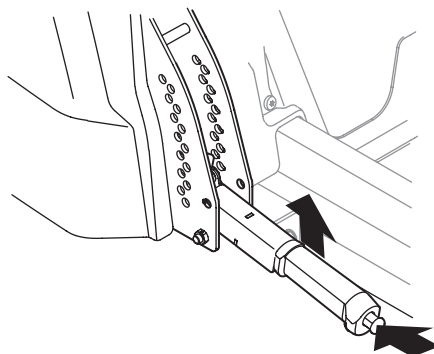

Figure 3-12
3. Déplacez le levier de relevage du plateau de coupe vers le haut pour relever le plateau de coupe à la plus haute position. Assurez-vous que le levier s'enclenche sur la goupille. Voir Figure 3-12.